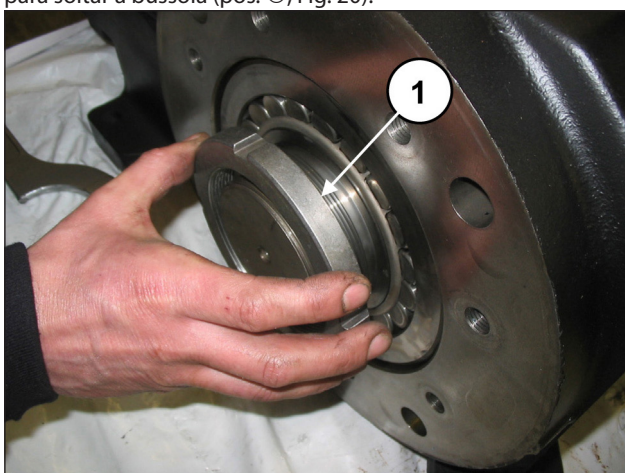
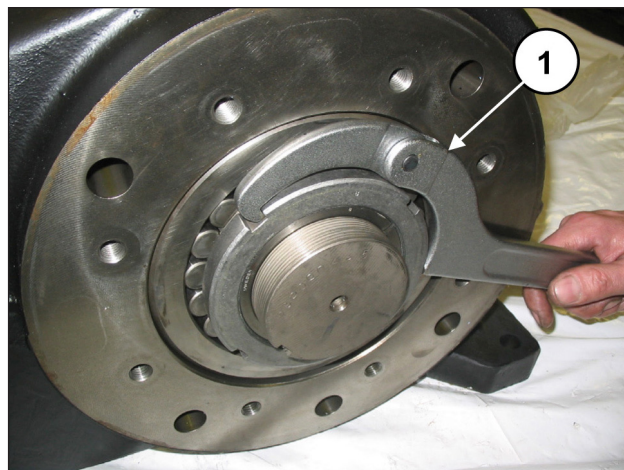

Fig. 19
Fig. 20
Solte um anel do tipo SKF KM19 na bússola de pressão (pos. ①, Fig. 19), em seguida, usando uma chave adequada para soltar a bússola (pos. ①, Fig. 20).